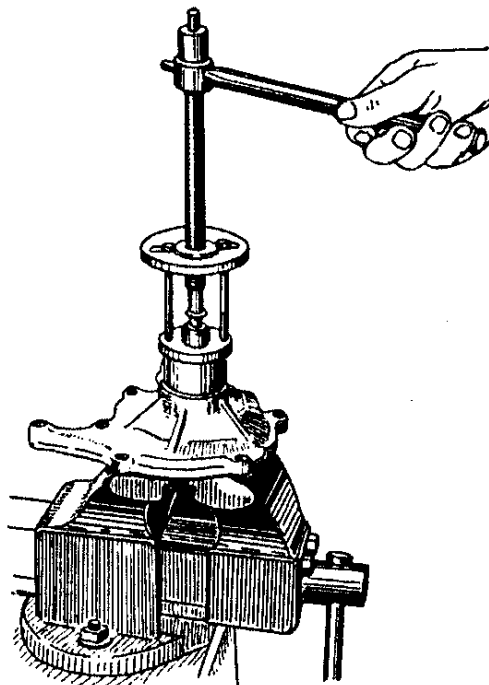

Рис.77. Снятие ступицы шкива водяного насоса
3. Снять ступицу шкива съемником (приспособление 6999-7697), как показано рис.77.